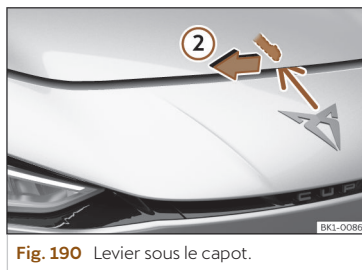

Fig. 190 Lever sous le capot.
- Pour soulever le capot moteur, appuyez vers la gauche avec la paume de la main vers le bas sur le levier situé sous celui-ci, au centre >>> **fig. 190** ②. Les crochets de fixation sont alors déverrouillés.